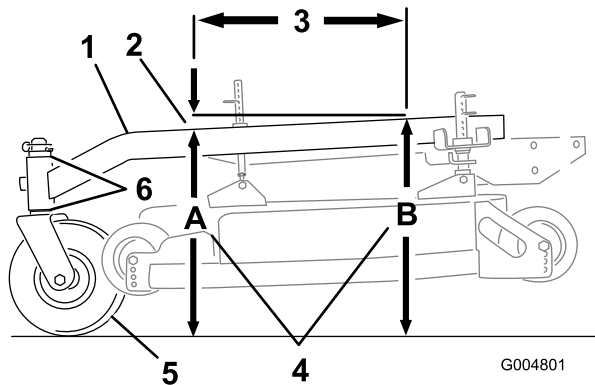

Figura 54
A estrutura de suporte tem de ter uma distância entre 3 mm e 9 mm sobre o comprimento de 61 cm na estrutura de suporte (Figura 54).
1. Meça 61 cm na estrutura de suporte (Figura 54).
2. Meça a altura da estrutura de suporte no local A (Figura 54).
3. Meça a altura da estrutura de suporte no local B (Figura 54).
4. A altura no local A tem de ser 6–10 mm inferior que no local B (Figura 54).
5. Se a estrutura de suporte não for correta, mova os espaçadores da roda giratória para criar uma distância de 6–10 mm (Figura 54).